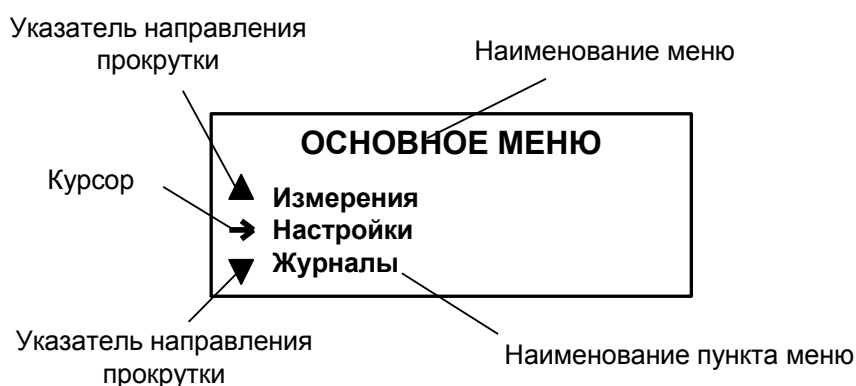

Рис.1. Вид основного меню.
1.1.1. Для управления расходомером с клавиатуры ВП используется многоуровневая система меню (Приложение А), состоящая из основного меню, подменю и окон, содержащих списки команд и параметров. Основное меню (рис.1) имеет неизменный состав. Состав и структура подменю и окон, а также возможности модификации установочных параметров определяются режимом работы расходомера.
1.1.3. Индикация на дисплее состоит из наименования меню (окна), располагающегося неподвижно в первой строке дисплея жидкокристаллического индикатора (ЖКИ), и наименований пунктов меню (параметров), которые могут смещаться вверх или вниз (рис.1).
1.1.5. Одновременно на дисплее может индицироваться не более 3-х строк (пунктов меню, параметров из списка). Поэтому в начале первой и последней строк пунктов (параметров) могут располагаться указатели направления прокрутки в виде треугольников (рис.1), вершины которых направлены в стороны возможного перемещения курсора по строкам (пунктам меню, параметрам).